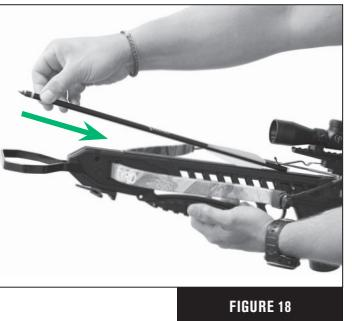

FIGURE 18
4. Coloque la flecha o saeta de modo tal que la pluma remera (la de color distinto), quede abajo en la ranura de vuelo (Fig. 18)
6. Deslice la flecha o saeta hacia atrás hacia el conjunto del gatillo, debajo del muelle de retención de la flecha o saeta, hasta que el culatin de la flecha o saeta descansen completamente en la cuerda. (Fig. 18)